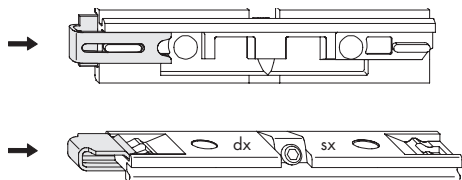

Fig. 3
- A** Inserire a scatto la molla (**811**) sul supporto forbice (**812**) nella posizione di premontaggio DIN destro/sinistro (fig. 3).